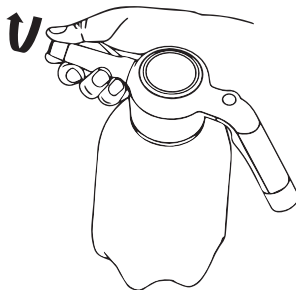

Рис. 2. Изменение угла распыления
7. Для изменения угла распыления поверните форсунку так как это показано на Рис. 2